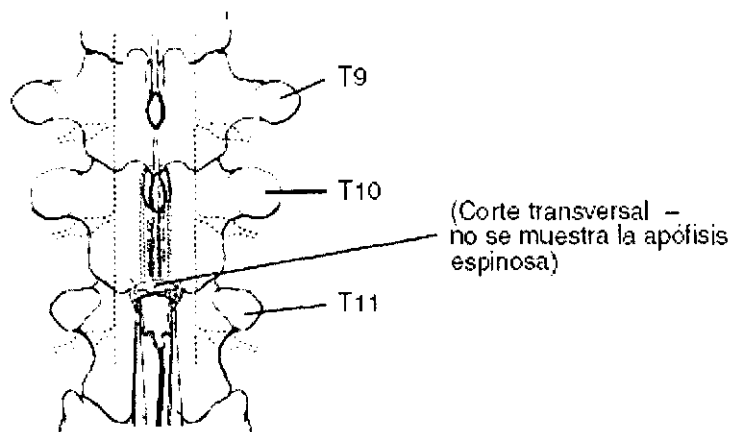

FIGURA 13
4. Sujete la derivación con pinzas con puntas de goma y pásela a través de la abertura del ligamento, asegurándose de que los electrodos se orientan hacia la duramadre (Figura 13).